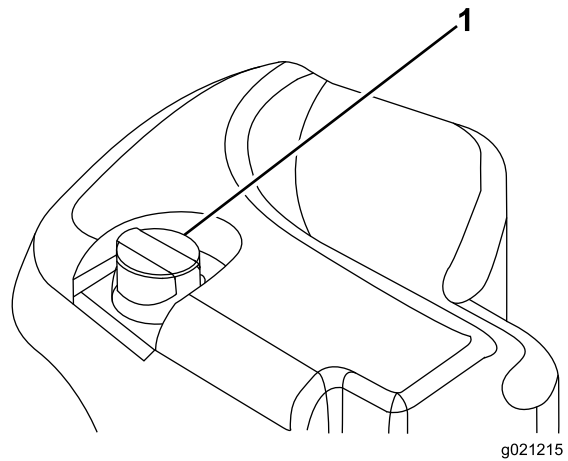

Figura 34
2. Pulite attorno al collo del bocchettone e del tappo del serbatoio idraulico (Figura 34).